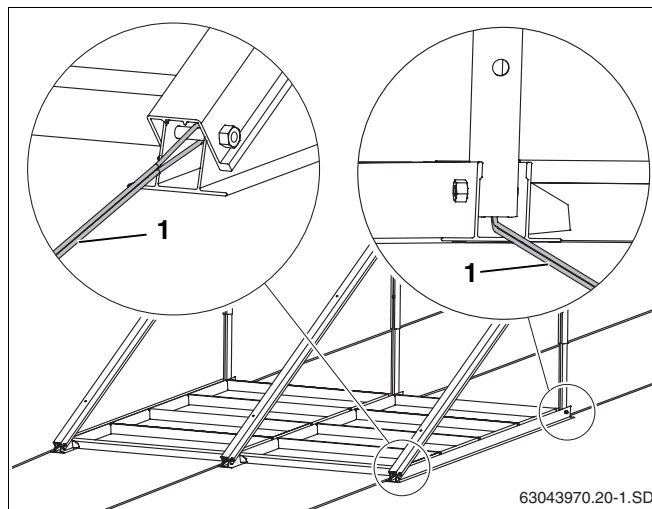

Fig. 28 Suporte para telhado plano com fixação por cabo
- ▶ Fixar cada colector do lado do edifício com, pelo menos, 2 cabos metálicos (fig. 28, **item 1**) no parafuso do perfil inferior e num local adequado no telhado.